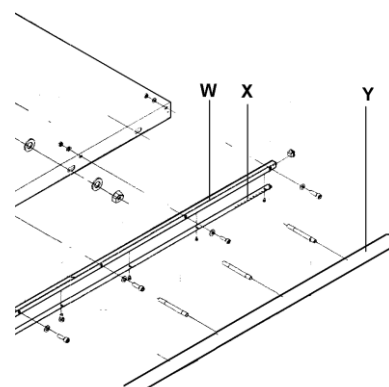

Рис. 4
Установите зубчатую рейку (X, Рис. 4) таким образом, чтобы малое настроечное зубчатое колесо (Y) точно соприкоснулось своими зубьями с ней.